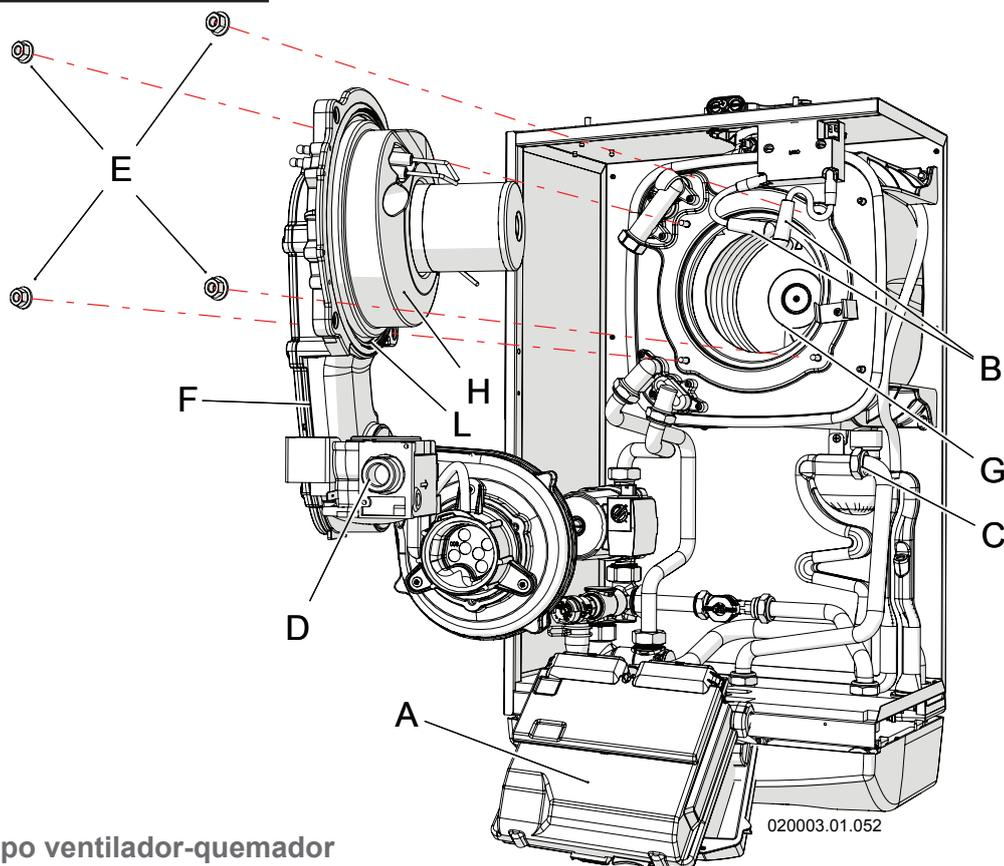

Figura 8-2 - Desmontaje del grupo ventilador-quemador
Para desmontar el grupo ventilador-quemador, realice lo siguiente (consulte la Figura 8-2 a menos que se especifique lo contrario):
Para limpiar correctamente el quemador y el cuerpo del intercambiador (por el lado de los humos) realice lo siguiente (consulte la Figura 8-2, a menos que se especifique lo contrario):
**¡¡¡ATENCIÓN!!!** Cada vez que se efectúa la limpieza del quemador y del intercambiador primario, hay que comprobar el estado de los aislantes térmicos "G" y "H" de la Figura 8-2. Si fuera necesario, sustitúyalos junto con la junta "L" del quemador, solicitando el kit específico código 62632006.